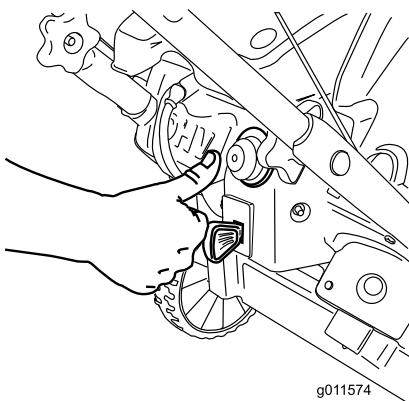

Рисунок 18
3. Резко нажмите 2 раза кнопку заливного насоса большим пальцем, каждый раз на секунду удерживая ее в нажатом состоянии перед отпуском (Рисунок 18).